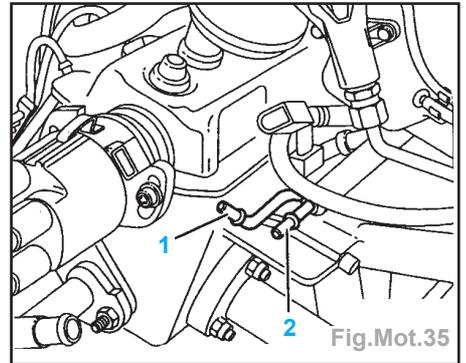

Fig.Mot.35
- Dévisser la conduite d'alimentation en carburant de l'ajutage de raccord (**1**) (Fig.Mot.35).